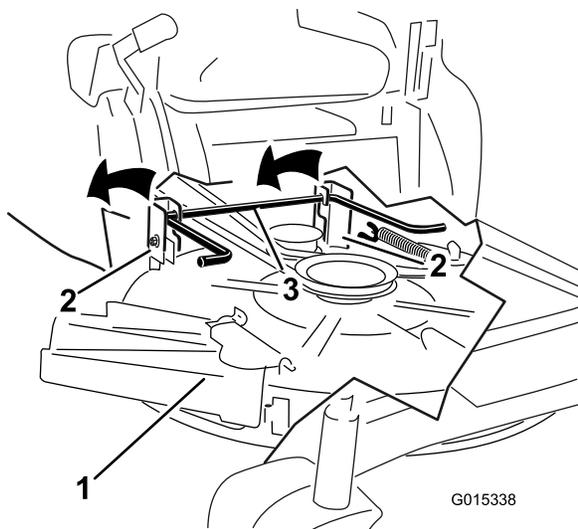

Figure 64
6. Soulevez et enlevez le plateau de coupe et les supports de la tige de levage arrière et abaissez le plateau au sol avec précaution (Figure 64).
5. Soulevez l'arrière du plateau de coupe et guidez les supports sur la tige de levage arrière (Figure 64).